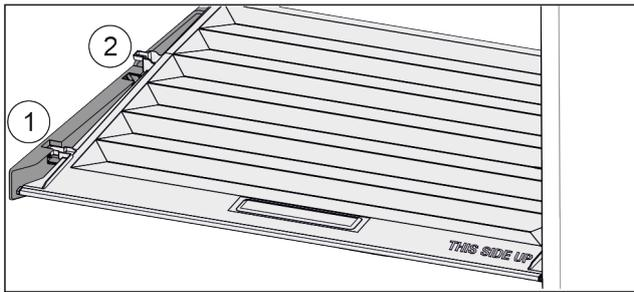

Fig. 90
- ▶ Tirer le couvercle vers l'avant jusque dans l'orifice des pièces de retenue Fig. 90 (1).
- ▶ Le soulever par le bas à l'arrière et le sortir par le haut Fig. 90 (2).